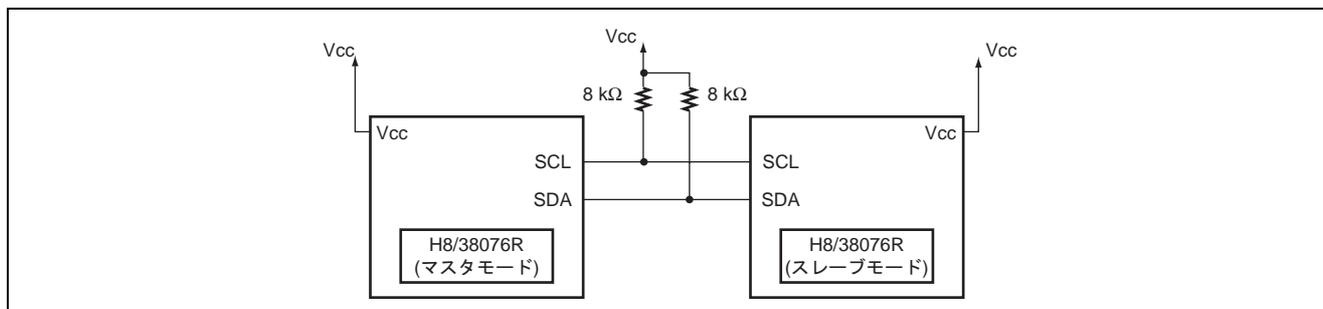

図 1 I²C クロック同期シリアルフォーマットによるマスタ/スレーブ間通信の接続図
- 図 1 に示すように、H8/38076R の I²C クロック同期シリアルフォーマットにより、マイコン間通信を行います。